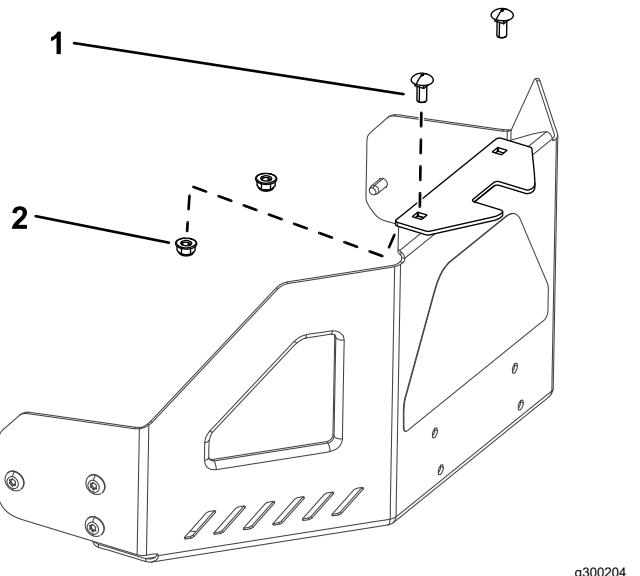

Figura 9
1. Montirajte podupirač za stabilizaciju na štitnik motora pomoću 2 zavrtnja sa poluokruglom kapom ( $5/16 \times \frac{3}{4}$ ) i 2 kontranavrtke ( $5/16$ ) (Figura 9).